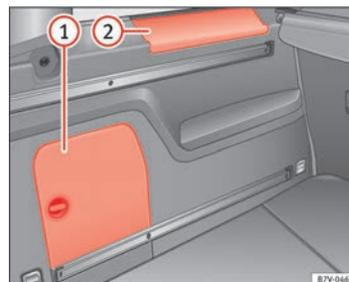

Fig. 114 En el maletero: compartimento portaobjetos lateral.
En el lateral del maletero se encuentran otros compartimentos ⇒ fig. 114 (1) y (2). Para abrir el compartimento (1), gire el cierre en el sentido de las agujas del reloj. Para abrir el compartimento (2), levante la ▶